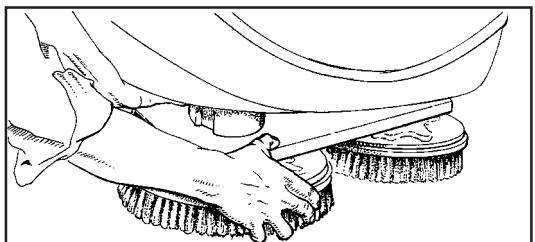

Abb. 17
6. Legen Sie eine Bürste oder Treibteller unter die Bürstenaufnahme. Siehe Abb. 17.